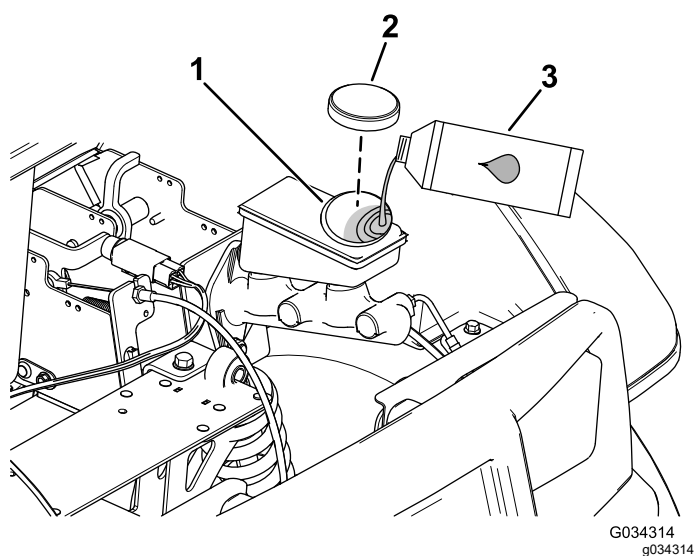

Figura 52
2. Eleve el capó para acceder al cilindro del freno principal y al depósito (Figura 52).
- A. Limpie la zona alrededor del tapón del depósito y retire el tapón (Figura 52).
- C. Coloque el tapón del depósito (Figura 52).